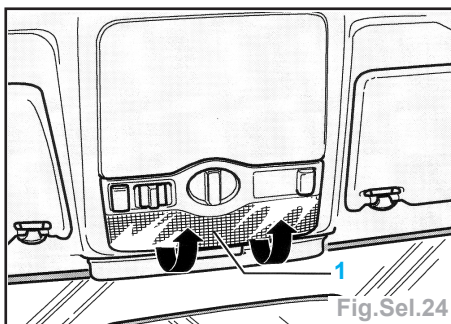

Fig.Sel.24
- Enlever le cache-lumière (1) dans le sens de la flèche (Fig.Sel.24).